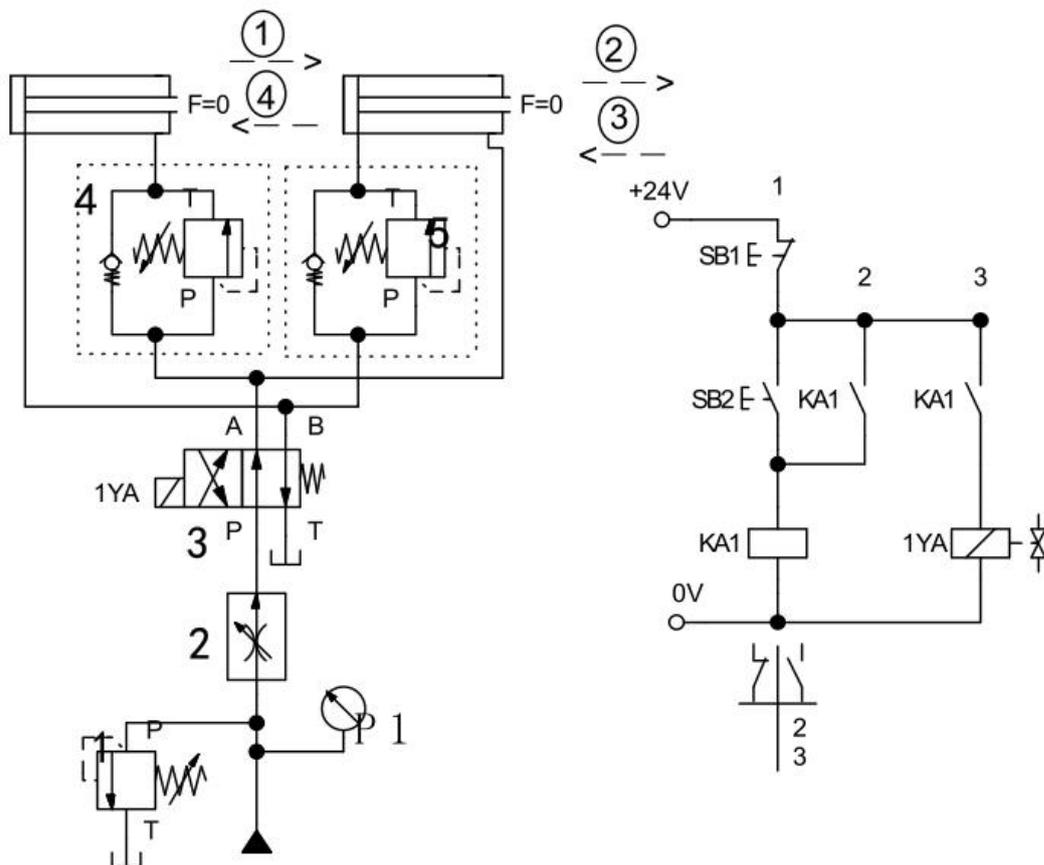

图 H1-1-9 采用单向顺序阀控制的双缸动作顺序回路的液压回路和电气控制线路图
(1) 任务描述：在液压实训系统中采用单向顺序阀搭建控制的双缸动作顺序回路，液压回路和电气控制线路如下图H1-1-9 所示